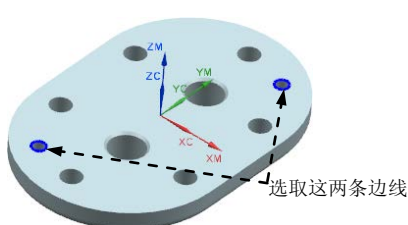

图 19.30 选择孔
Step1. 指定钻孔点。单击“钻”对话框 **指定孔** 右侧的  按钮, 系统弹出“点到点几何体”对话框, 单击 **选择** 按钮, 系统弹出“点位选择”对话框; 在图形区选取图 19.30 所示的孔边线, 分别单击“点位选择”对话框和“点到点几何体”对话框中的 **确定** 按钮, 返回“钻”对话框。